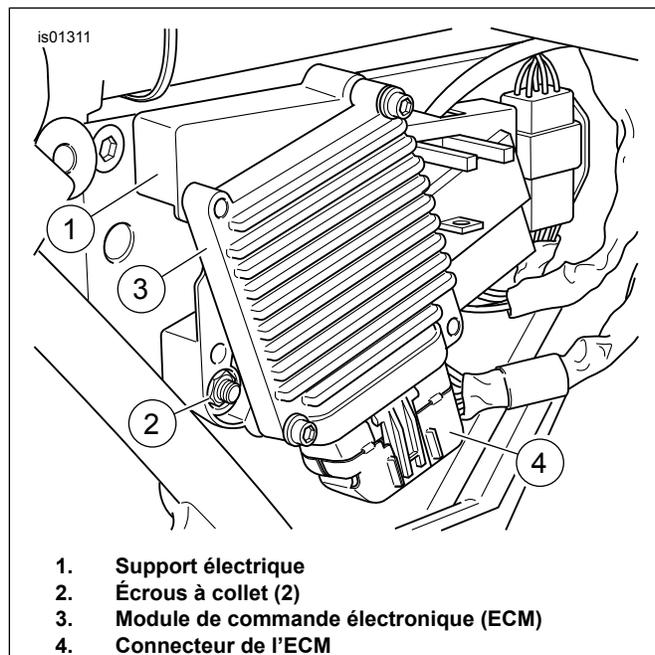

Figure 13. Support électrique (modèles Touring 2002-2007)
- Voir la figure 13. Retirer les deux écrous à collet (2) du support électrique (1). Tirer l'ensemble support, avec le module de commande électronique (ECM) et le connecteur branché en l'éloignant du côté du boîtier de la batterie.